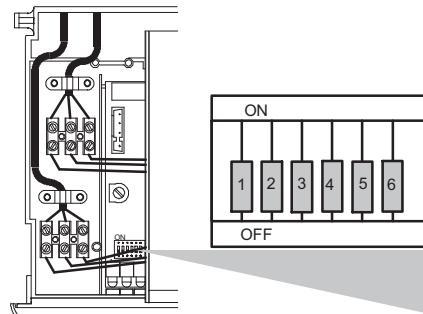

рисунок 9.13
- После завершения внесения в память данных отключите подачу электрического питания к котлу и поставьте «впаиваемый в печатную плату пакет миниатюрных переключателей» в положение ВЫКЛ (рисунок 9.13).